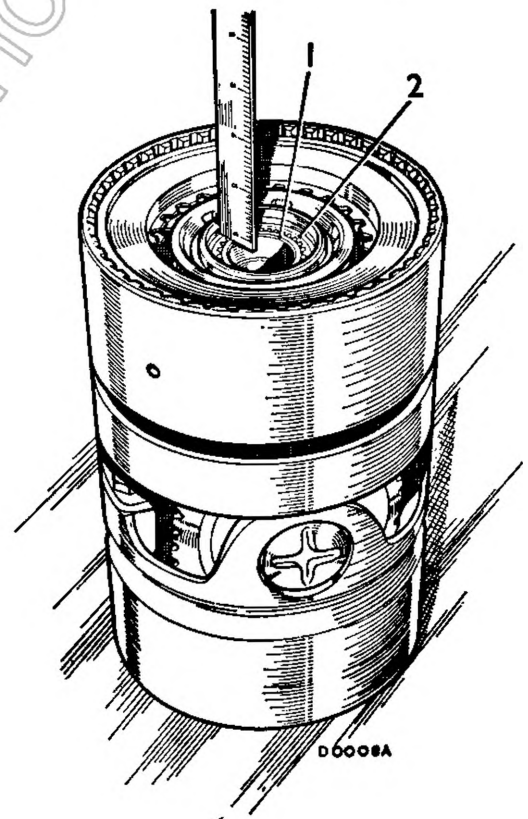

Fig. Fa. 56
32. Controllare che l'estremità scanalata dell'albero primario della retromarcia e la faccia adiacente della frizione di 4a e R.M. si trovino sullo stesso piano (vedi la Fig. Fa. 56). Entrambe le facce devono trovarsi allo stesso livello, senza luci, onde far sì che l'elemento di reazione della 3a non presenti gioco assiale e venga conservato il gioco prescritto.. Se le facce non sono livellate, togliere e misurare lo spessore della rosetta selettiva in acciaio al punto 31 e montare al suo posto una di spessore appropriato, scegliendola da quelle delineate nella seguente tabella.
36. Eseguire l' operazione al punto 32 onde rilevare se vi sia la livellazione tra il componente scanalato dell' albero primario della retromarcia e la faccia della frizione della 4a e della R.M. (vedi la Fig. Fa. 56 alla pagina precedente). In caso contrario, montare la corretta rosetta selettiva dalla gamma disponibile (vedi tabella seguente).